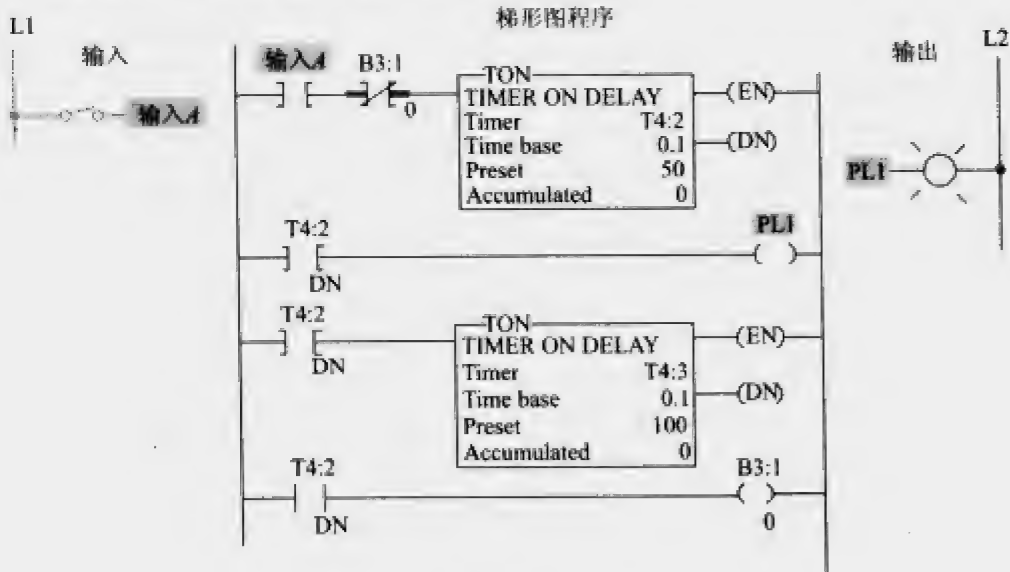

图 13-20
14. 图 13-20 所示的程序, 执行该程序, 当输入 A 闭合时, 先断电 PL1 5s, 然后通电 PL1 10s。